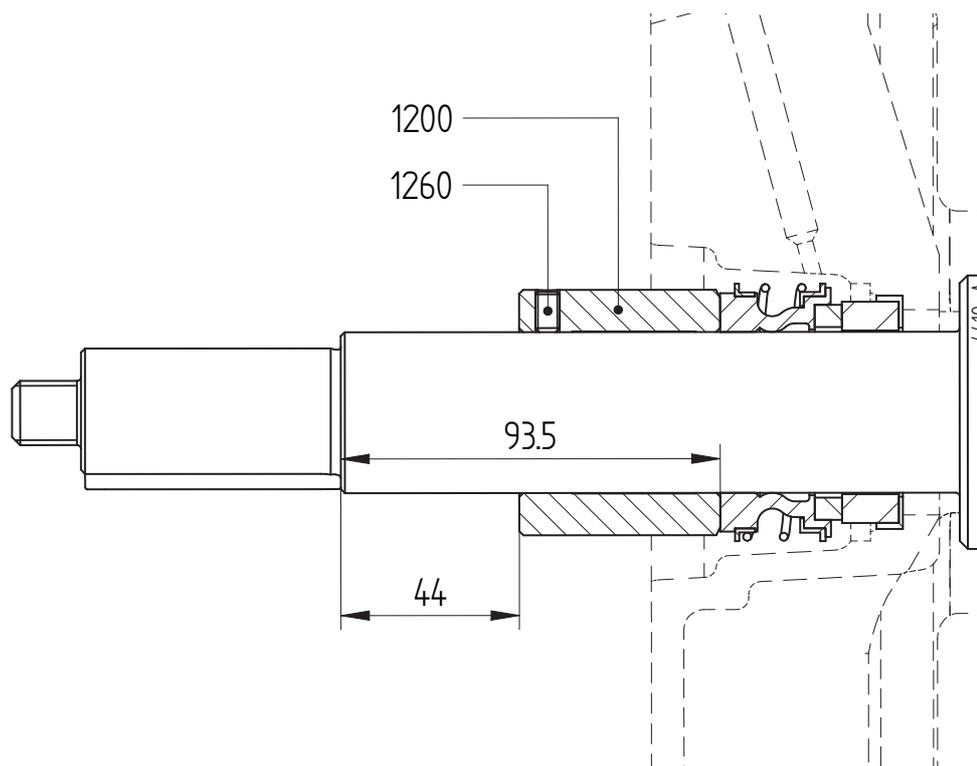

Figure 11: Réglage de la garniture mécanique M1 de la pompe taille 200-160.
- 2 Installez la chemise d'arbre (1200) et réglez la distance avec la collerette de l'arbre sur 44 mm. Voir la figure 11 du paragraphe 7.5.3 "Montage d'une garniture mécanique M1". Serrez les vis de réglage (1260).
- 2 Pour les pompes de taille 200 - 160 uniquement : Desserrez les vis de réglage (1260). Voir la figure 11.
- 7 Pour les pompes de taille 200 - 160 uniquement : Réglez la distance entre l'entretoise et la collerette de l'arbre à **44 mm**. Fixez l'entretoise au moyen d'une vis de réglage (1260). Voir la figure 11.